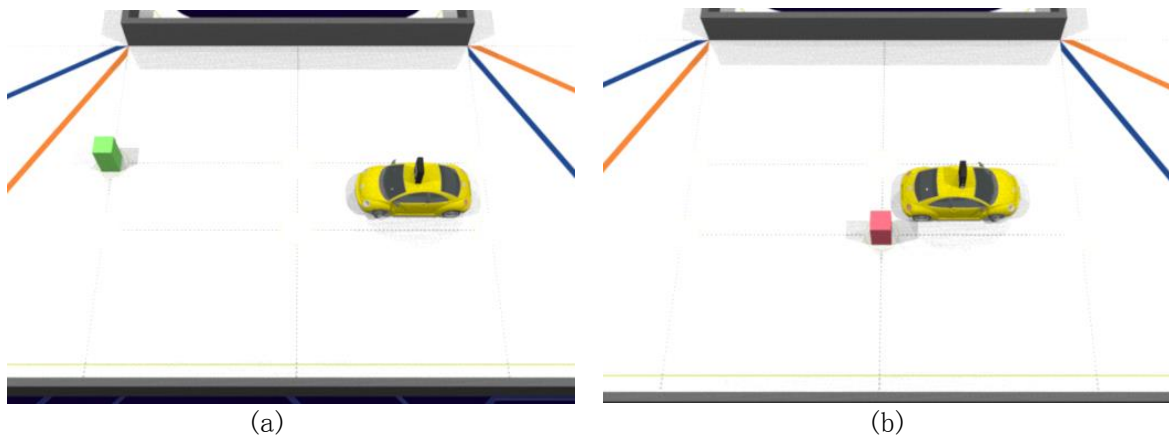

图 13. 根据障碍物的位置选择起始区域的位置。(a) 图中车辆的行驶方向为顺时针。(b) 图的行驶方向是逆时针。
8. 18. 车辆必须从红色柱子所代表的交通标志的右侧通过（图 13 中的图片（a）），从绿柱所代表的交通标志的左侧通过（图 13 中的图片（b））。